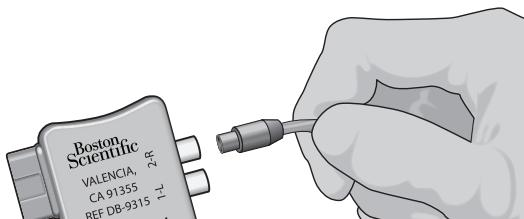

Figura 9: Conexão do Cabo cirúrgico 1 x 8 ao Estimulador de avaliação externo 2 e ao Adaptador ETS
4. Conecte o Cabo cirúrgico com a Extensão ao soquete do Adaptador ETS identificado como "1-L" (Figura 9). Se estiverem sendo utilizados dois eletrodos DBS, conecte o eletrodo DBS esquerdo ao soquete "1-L" e o direito ao soquete "2-R".